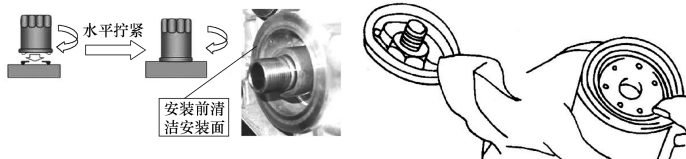

图 1-271 在机油滤清器垫上涂抹机油
- ① 用机滤扳手拆下机油滤清器。
- ② 检查和清洁机油滤清器安装座表面。
③ 在新的机油滤清器密封圈上涂上清洁的发动机机油。若不涂机油,安装时密封圈与接合面发生干摩擦,密封圈易翘曲和损坏,造成密封不良而漏油,如图 1-271 所示。(注:安装新的滤清器时,应在机油滤清器密封垫上涂上干净的机油,同时倒入少量机油。)